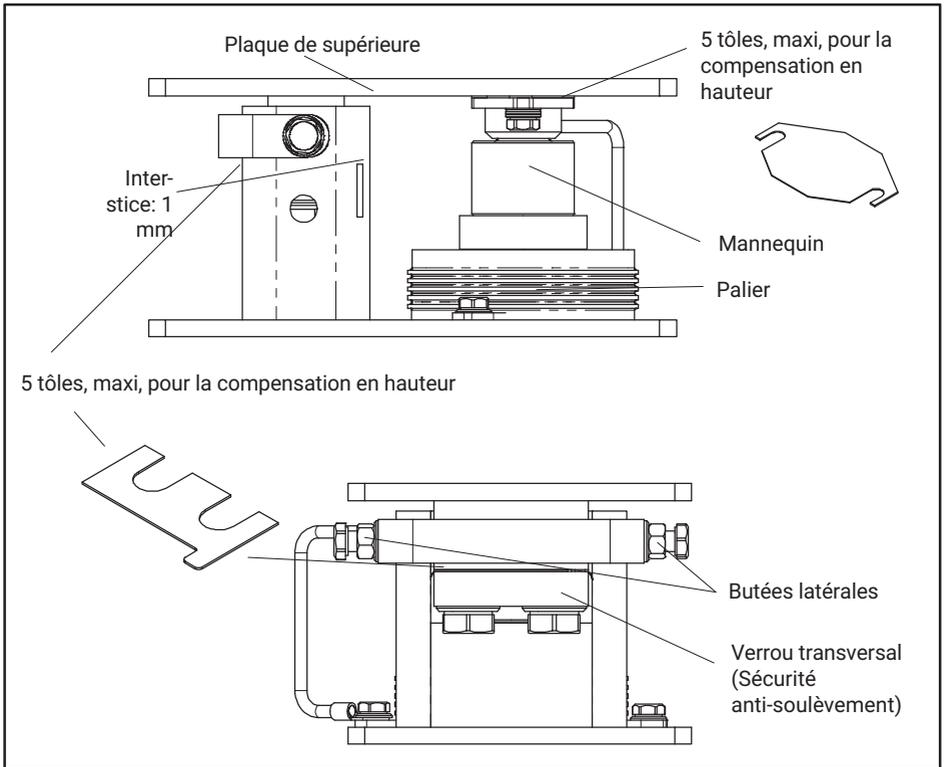

Fig. 4.2 Montage des tôles de compensation avec la version 10 t ... 33 t
Montage de pesons de capacité maxi 10 t, 15 t, 22 t et 33 t: (voir Fig. 4.2)
- Aligner l'ensemble à la verticale en intercalant ou au contraire en retirant des tôles de compensation de 1 mm au-dessus de la pièce d'appui du peson (voir Fig. 4.2).